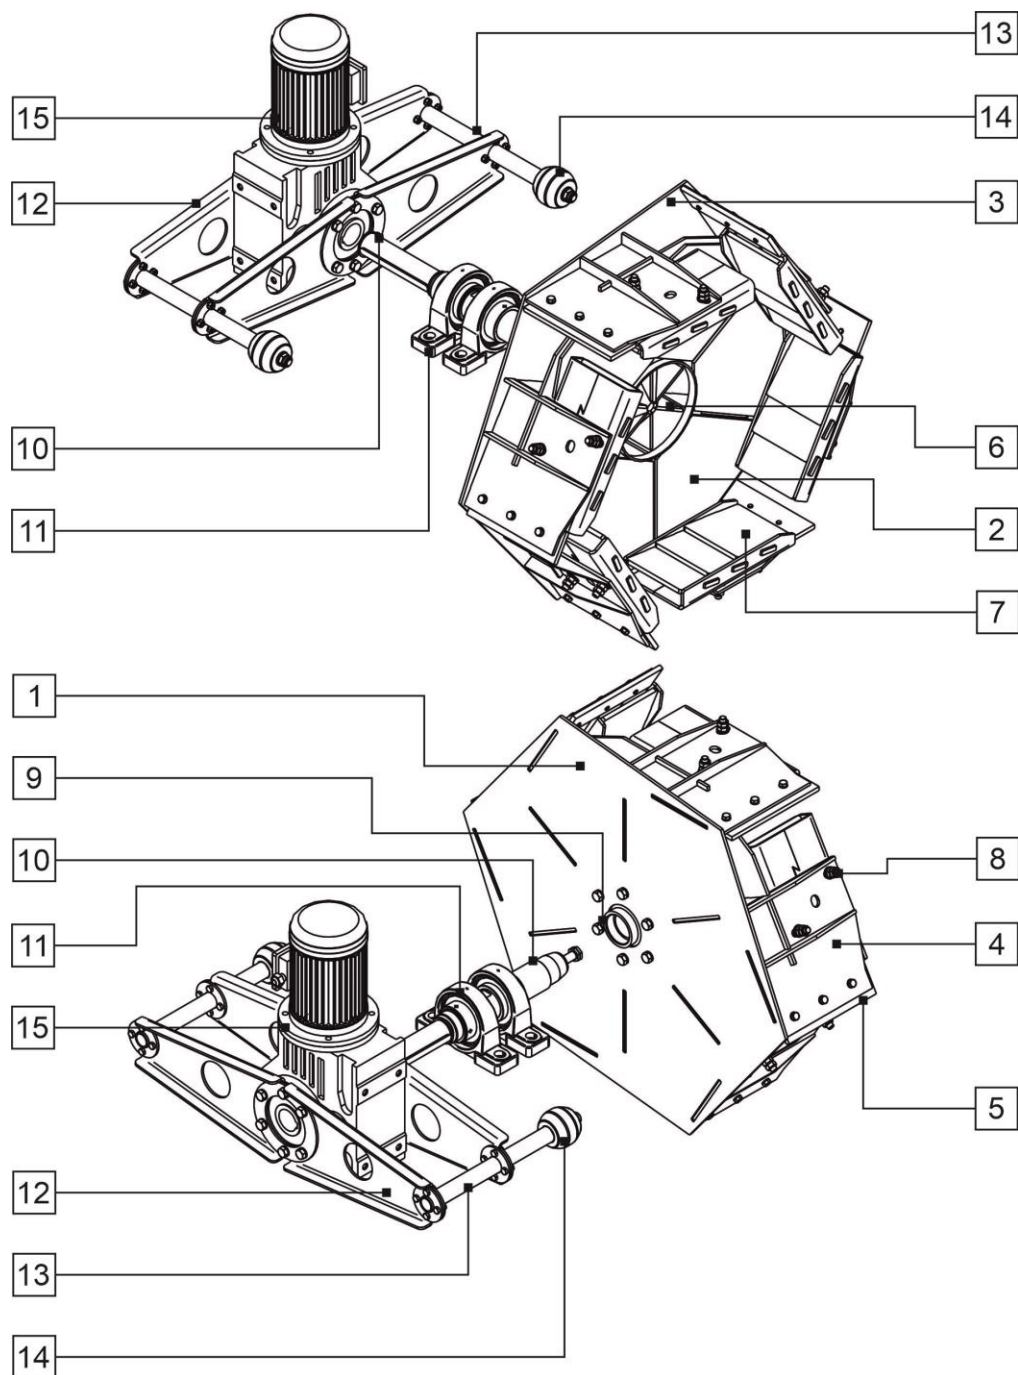

Рис.7
Элеватор и его привод (Рис.7) состоят из: задней шестигранной стенки (1), лобовой стенки (2), образующих направляющие каналы (3), зачерпывающих лопаток (4) с защитными пластинами (5), центральной розетки (6), литых ТКА-03.004, либо сборных АТКМ-03.300 отражательных плит (7) и болтов их крепления (8), сварной резьбовой втулки (9), приводного вала (10), подшипниковых опор УСП-216 (11), траверс (12), реактивных валов (13), резиновых амортизаторов (14), мотор-редуктора КА-87 2.2 кВт, 13.6 об/мин (15) (или его аналога).